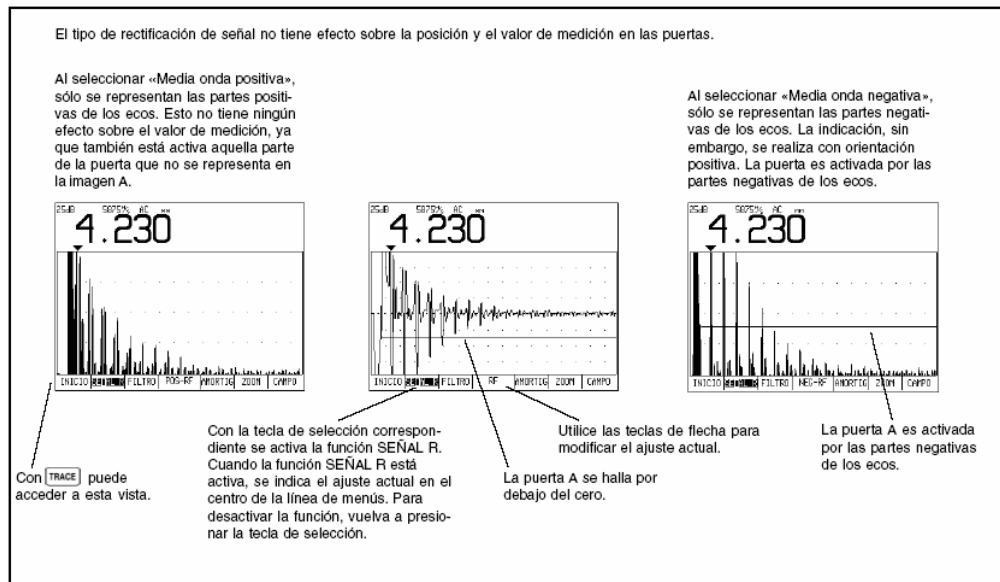

Figura 4-8 Existen tres posibilidades de ajustar el tipo de rectificación de señal.
Como muestra la Figura 4-8, el aparato le ofrece tres posibilidades para el tipo de rectificación de señal los impulsos de eco; RF, media onda negativa o media onda positiva. Todos los espesores de pared se calculan sobre la base de la onda completa (RF), independientemente del tipo de rectificación de señal seleccionado actualmente.